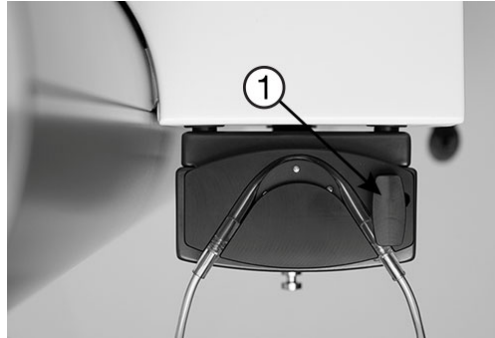

Abbildung 32 – Arretieren des Pumpenkopfes
Arretieren Sie den Pumpenkopf, indem Sie den Griff (1) im Uhrzeigersinn drehen – siehe Abbildung 32.